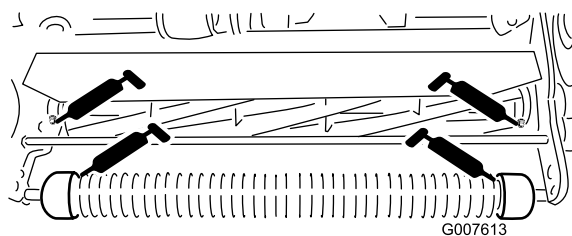

図 17
- ・ 前ローラ2ヶ所 図 17
- ・ リールベアリング2ヶ所 図 17